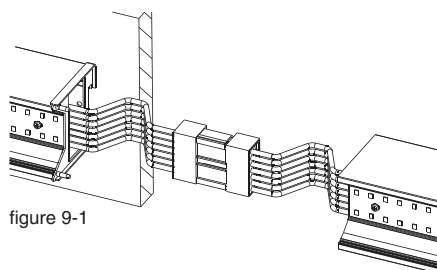

figure 9-1
- k. Branchez le connecteur femelle du premier luminaire au connecteur mâle du deuxième luminaire. **Fig 9-1.**